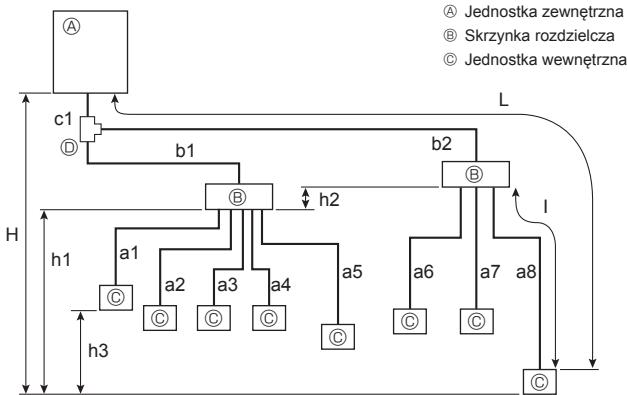

Fig. 4-2
4.2.2. Podłączenie ze skrzynką rozdzielczą (Fig. 4-2)